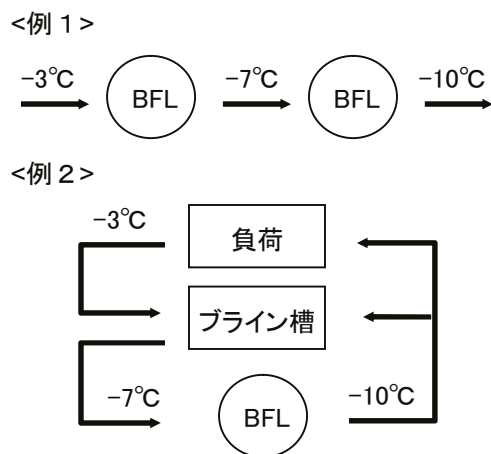

図 9-2 規定ブライン流量確保のためのシステム例
※ブラインの最小流量は 6. (2) の通りです。もし、この値より小さくなる場合は、図 9-2 の例に示すようにより小形のユニットをシリーズに接続する〈例 1〉とか、あるいはブライン槽を設ける〈例 2〉などして規定流量を確保して下さい。